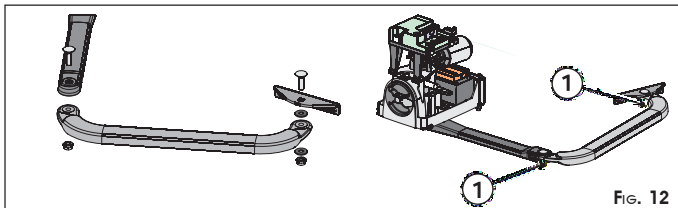

Fig. 12
⑦ Assembleer de rest van de arm zoals geïllustreerd in Fig.12.
Voor een correcte werking moeten de twee bevestigingsschroeven (Fig.12 ref. ①) worden vastgedraaid en vervolgens ongeveer 1/2 slag worden losgedraaid, om ervoor te zorgen dat de armen zonder wrijving kunnen draaien.